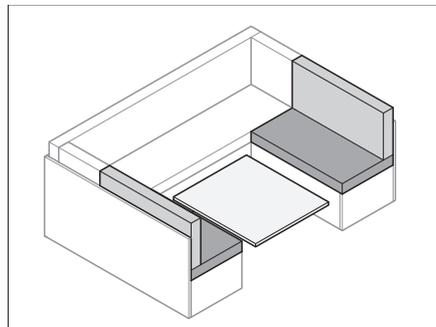

Bild 77 Tisch umbauen
- Tisch (Bild 77) zum Bettunterbau umbauen (siehe Abschnitt 7.8).